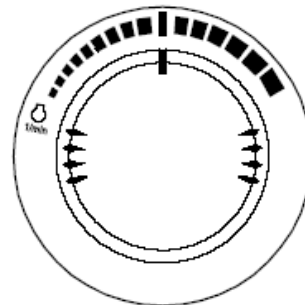

Рис. 17
2. Дать двигателю поработать приблизительно 5 минут без нагрузки на скорости в середине диапазона скоростей (рис. 17).